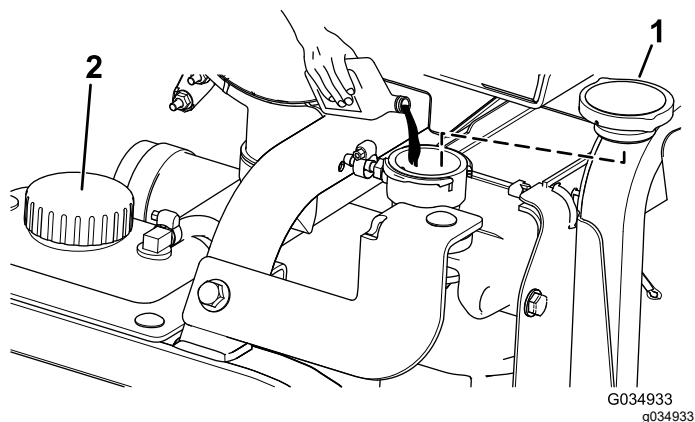

Figure 91
5. Remplissez le radiateur de liquide de refroidissement jusqu'à ce que le niveau atteigne le rebord de l'orifice de remplissage (Figure 91).